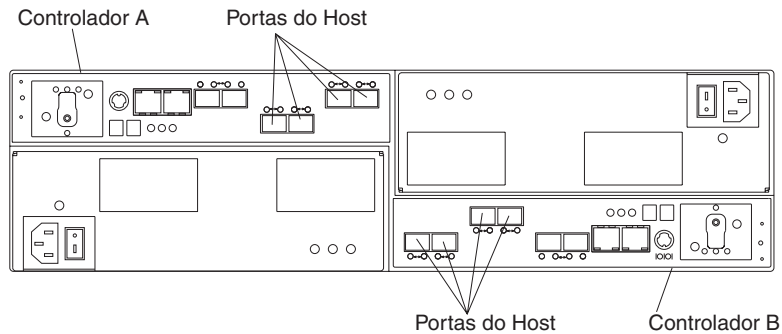

Figura 54. Local de Cabos de Host nos Controladores do DS5020
2. Conecte os cabos Fibre Channel dos módulos SFPs nas portas do host do controlador RAID do DS5020 aos módulos SFPs no comutador Fibre Channel ou aos módulos SFPs dos adaptadores de barramento de host. A Figura 54 mostra o local nos controladores RAID do subsistema de armazenamento DS5020 onde os cabos do sistema host se conectam.